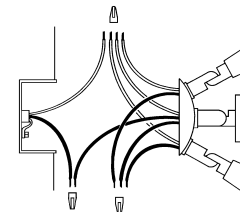

Fig. 2
Paso 4: Conecte los cables juntos. Conecte todos los cables blancos juntos (cable blanco de la casa, cable blanco del detector y cable blanco del portalámparas) usando las tuercas suministradas. Conecte los cables negros de la lámpara al cable rojo del detector. Conecte el cable negro de la casa al cable negro del detector (Fig. 2).